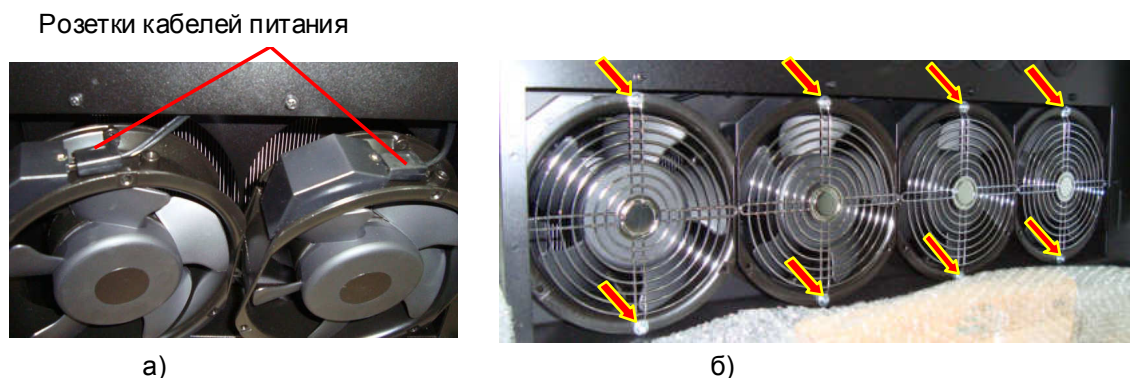

Рис. 7.28.
7.14.1.1. Подсоединить розетки кабелей вентиляторов к вилкам на корпусах вентиляторов охлаждения радиаторов, 4 шт. (рис. 7.28а).
7.14.1.3. Закрепить вентиляторы вместе с решетками винтами (рис. 7.28б).